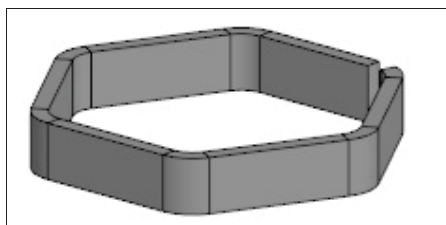

Рис. 29.50. Модель Обечайка с сегментацией
- ◆ для создания модели обечайки нажмите кнопку **Создать объект** — в **Дереве** модели появляется пиктограмма операции. На рис. 29.50 представлена модель Обечайка в режиме редактирования, где хорошо видны характерные точки.